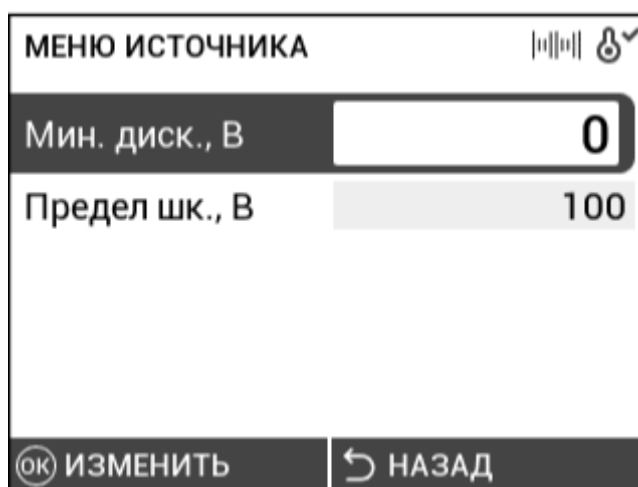

Рисунок 12 – Меню источника
2.9.1 Для перехода в меню источника необходимо нажать клавишу «Меню» в экране источника (рисунок 12).